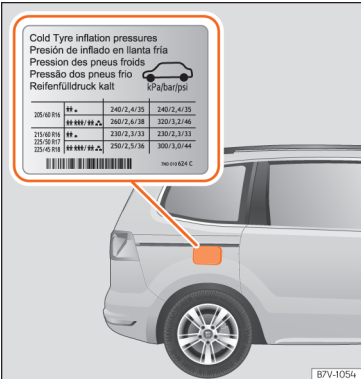

Abb. 295 Einbauort des Reifenfülldruckschilds.
- Passen Sie bei größerer Zuladung den Reifendruck entsprechend an »» **Abb. 295.**
Der richtige Reifenfülldruck für werkseitig montierte Reifen ist auf einem Aufkleber angegeben – gilt für Sommer- und Winterreifen. Der Aufkleber »Abb. 295« befindet sich entweder an der Fahrtrightsäule oder an der Innenseite der Tankklappe.
Der Reifendruck muss der aktuellen Fahrzeugbeladung angepasst werden. Wenn das Fahrzeug voll beladen werden soll, muss der Reifenfülldruck entsprechend dem auf dem Reifenfülldruck-Aufkleber »» **Abb. 295** angegebenen maximalen Wert erhöht werden.
- Der Fahrer ist verantwortlich für den richtigen Reifenfülldruck an allen Reifen am Fahrzeug. Der empfohlene Reifenfülldruck befindet sich auf einem Aufkleber »» **Abb. 295.**
- Immer den richtigen Reifenfülldruck am kalten Reifen einhalten, wie auf dem Aufkleber angegeben »» Abb. 295.